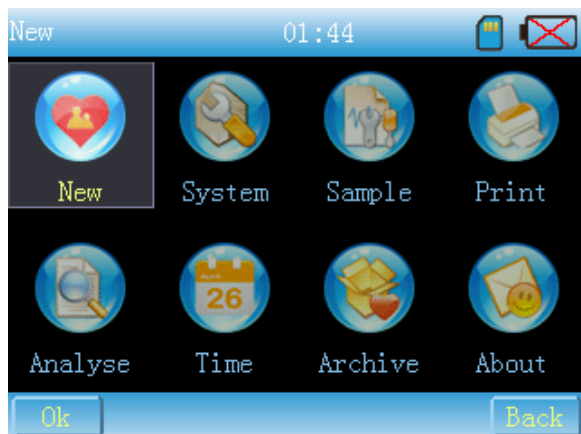

Fig. 13-2-4
- 4 **Menu** Cliquez sur cette icône ou appuyez sur la touche du menu pour accéder au menu principal, comme à la Fig.13-2-4.